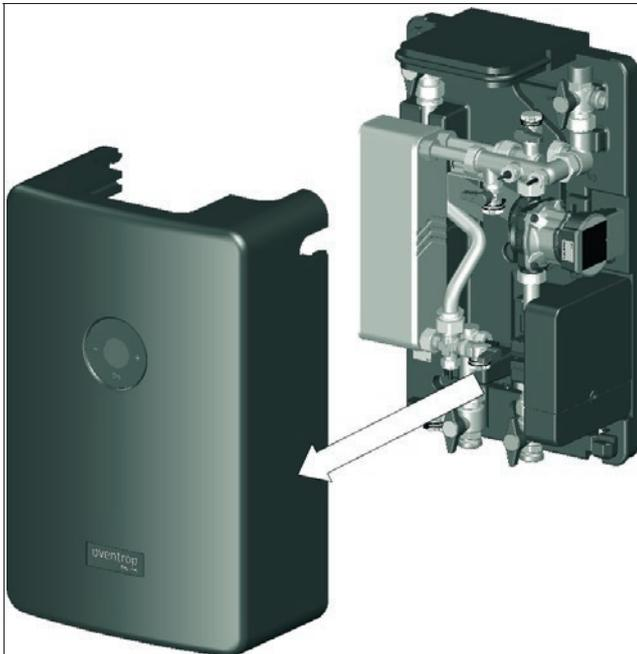

Fig. 12: Retire el aislamiento frontal
2. Levantar el aislamiento frontal (ver Fig. 12).